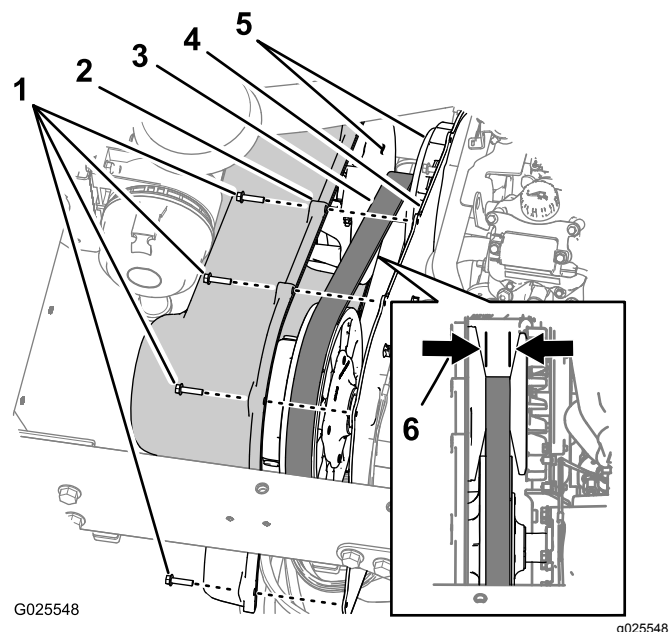

**Figura 62**
4. Mova a alavanca de velocidade para a posição T (TRANSPORTE) (Figura 62).
5. Desaperte os 2 parafusos sextavados interiores (5/16 pol. x ¾ pol.) que fixam a placa de detenção ao suporte de apoio da alavanca (Figura 62).
- Mova a placa de detenção **para a frente** para aumentar o limite de velocidade máxima (Figura 62).
- Mova a placa de detenção **para trás** para diminuir o limite de velocidade máxima (Figura 62).